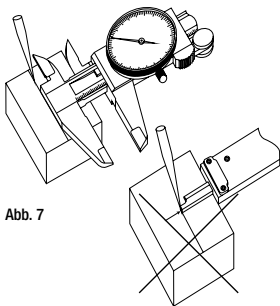

Abb. 7
- **Oberseite:** Die Referenzfläche (11) auf die Teilereferenz einstellen, den Schieber (5) zum gewählten Messwert schieben und arretieren; danach den Messwert abnehmen (Abb. 7).